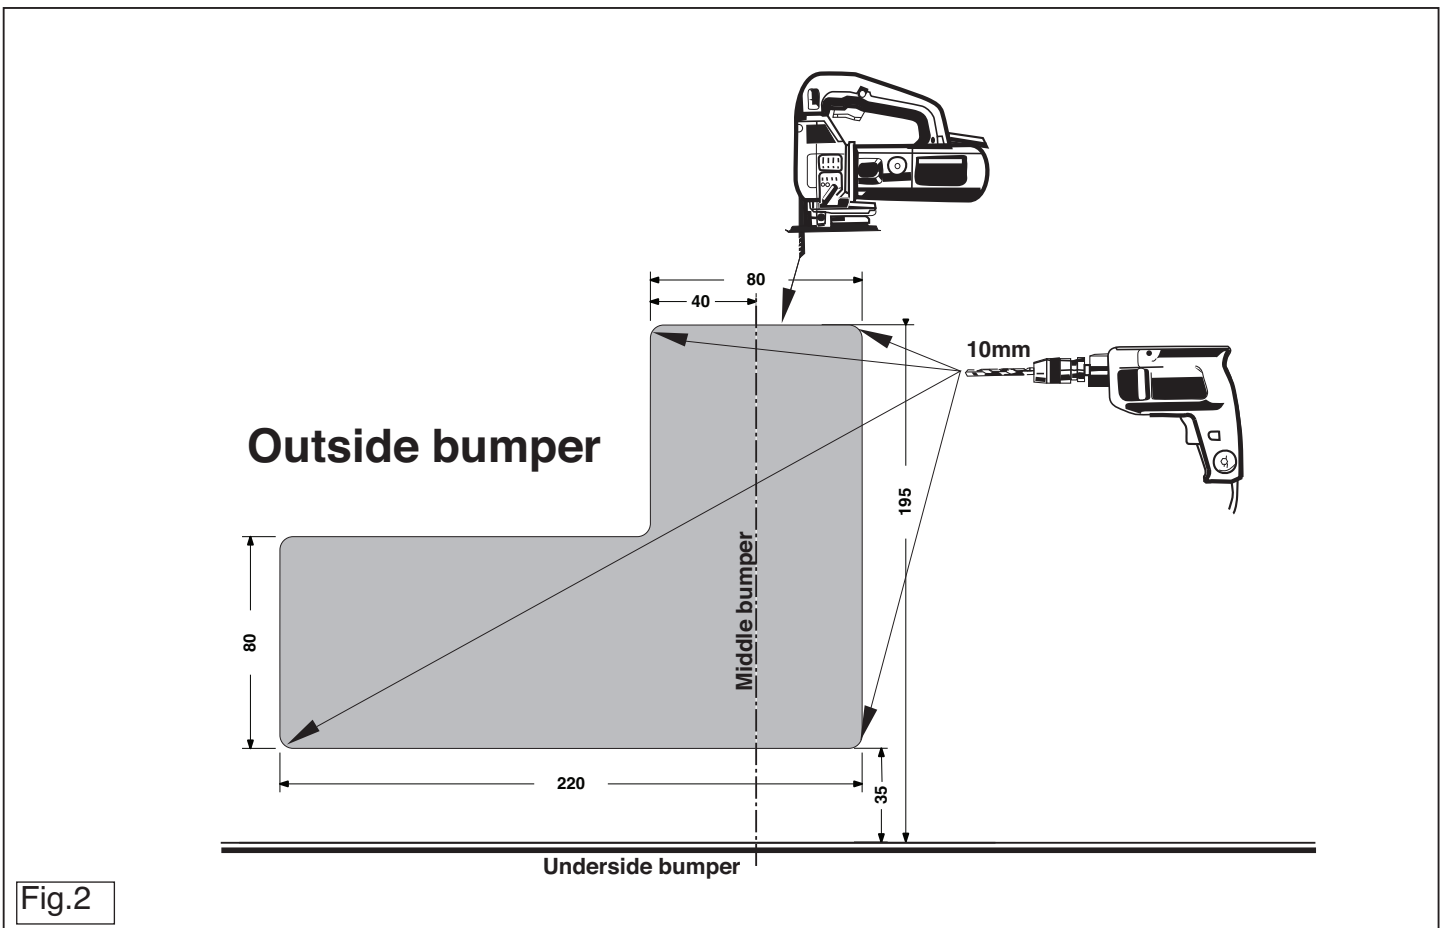

Fig.2
3. Saw a section out of the middle of the underside of the bumper as shown in fig 2.
3. Auf der Unterseite der Stoßstange einen Teil aus der Mitte gemäß Abbildung 2 herausschneiden.
3. Scier au centre de la partie inférieure du pare-chocs une partie correspondante à la figure 2.
3. Sav en del ud af kofangeren midt på undersiden jf. fig. 2.